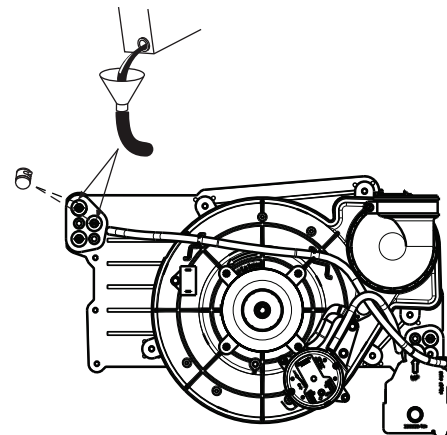

Fig. 60 – Cebado de la trampa de condensación
1. Retire los tapones de drenaje superior y medio de la caja recolectora en el lado opuesto de la trampa de condensación. Consulte la Fig. 60.